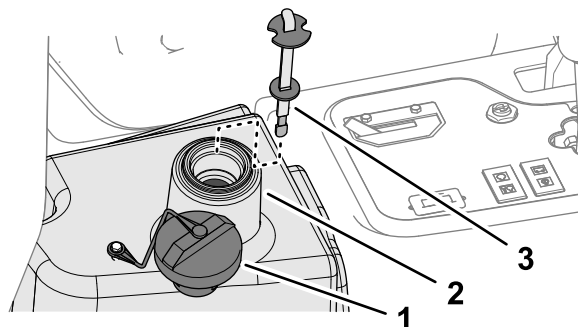

Bild 88
2. Reinigen Sie den Bereich um den Füllstutzen und den Deckel des Hydraulikbehälters (Bild 88) und nehmen Sie den Deckel ab.